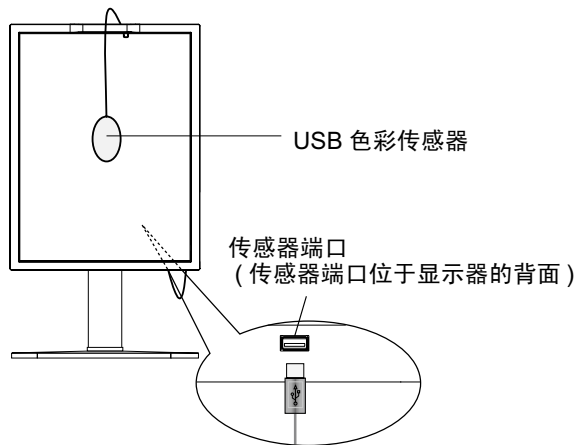

图 S.1
1. 要显示 CALIBRATION (校准) 菜单，将 USB 色彩传感器插入传感器端口 (图 S.1) 或选择高级菜单 (第 22 页) 中的 STAND ALONE CALIBRATION (独立校准)。
4. 该程序会请求将 USB 色彩传感器放置在显示面板的中心 (图 S.3)。将显示面板后倾 5° 左右并将 USB 色彩传感器放置在显示面板的中心 (图 S.1)。